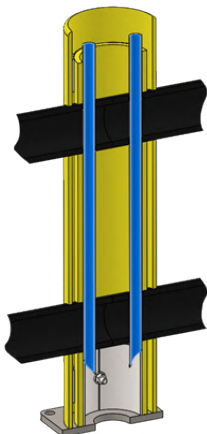

Рисунок 6. Закріплення секцій у проміжному стовпі. Труби фіксувальні на рисунку помічені синім кольором.
3. Забити труби фіксувальні діаметром 20 мм для закріплення секції в стовпі (рис. 6).
4. Виконати дії, зазначені в пункті 5 алгоритму складання бар'єра BRD140. Переріз складеного бар'єра BRD140(01) показано на рисунку 7.